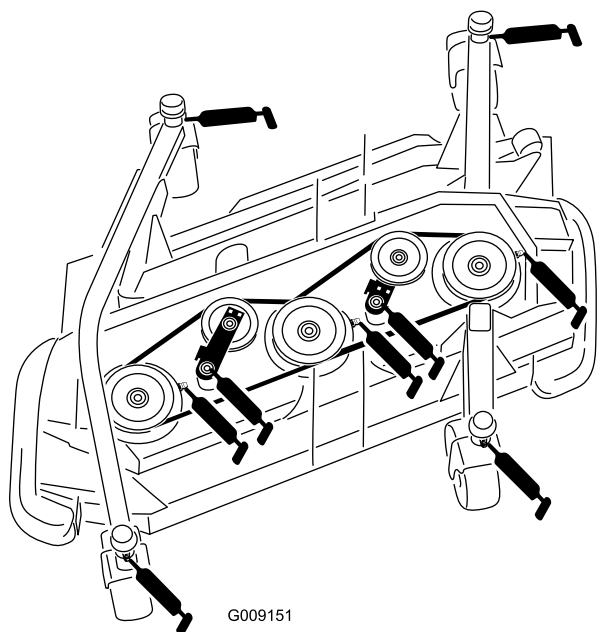

Рисунок 55
- Втулки валов вилок поворотных колес (4 шт.) (Рисунок 55)
- Подшипники шпинделей (3 шт.) (расположенные в корпусе шпинделей) (Рисунок 55)
- Втулки шарниров рычагов нажимных шкивов (2 шт.) (расположенные на осях шарниров нажимных шкивов) (Рисунок 55)